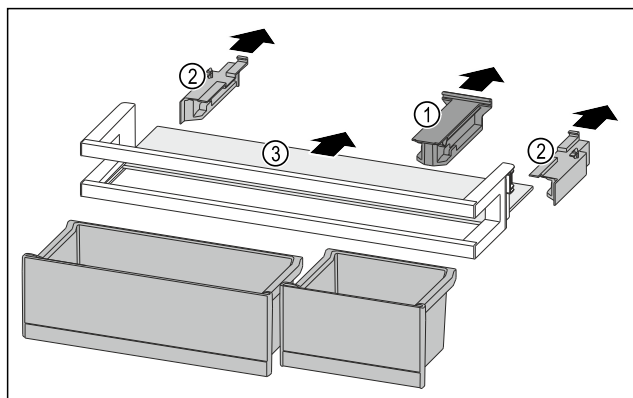

Fig. 208
- Hiqni pjesën mbajtëse Fig. 208 (1).
- Hiqni pjesët anësore Fig. 208 (2).
- Hiqni raftin mbajtës Fig. 208 (3).